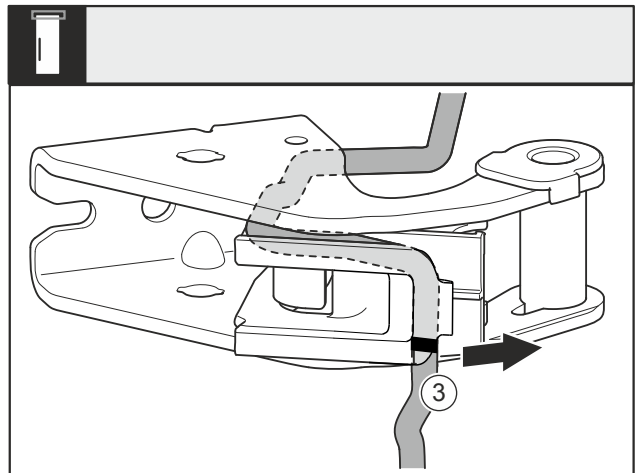

Fig. 28
- ▶ Démonter le câble du support de palier avec le support de câble Fig. 28 (3).